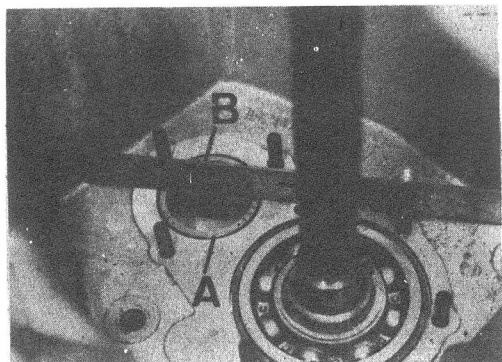

Fig. C1-118 Cárter de embrague
- 2.3. Montar la pista exterior, A (Fig. C1-118) del rodamiento delantero del eje intermedio, de forma que ésta quede al ras de la cara frontal interna del cáster de embrague.